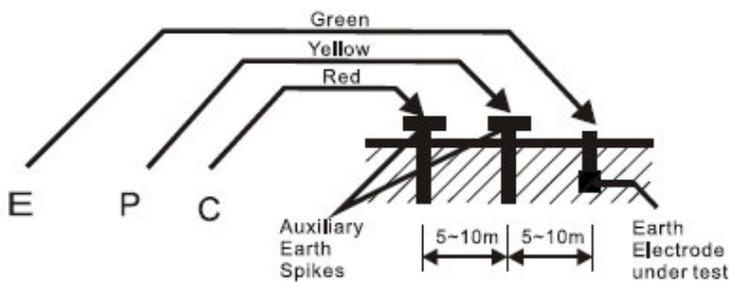

Fig.1
- (1) Connectez les cordons vert, jaune et rouge aux bornes E, P et C de l'instrument en plantant les piquets de terre auxiliaire P1, C1 dans la terre de manière alignée (Fig.1).
- (2) Positionnez le sélecteur de fonction sur la gamme adéquate, appuyez sur le bouton de test et notez l'affichage.
Faites la connexion correcte (voir Fig 1).